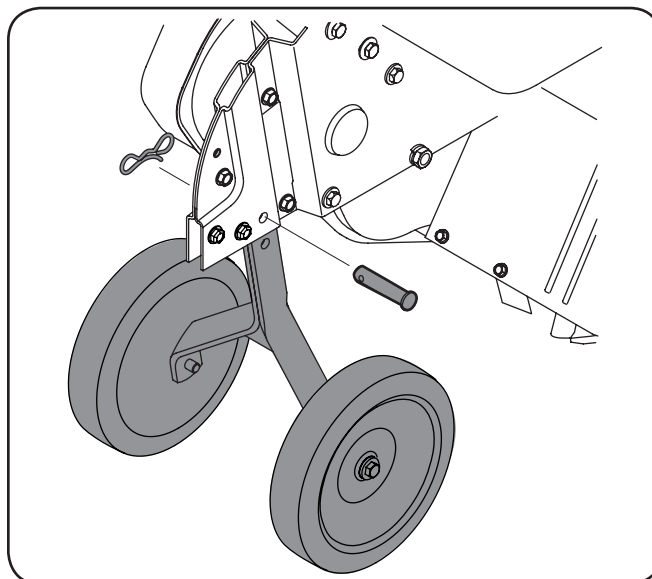

Figura 3-2
1. Retire el restante horquilla pin y la chaveta de la bolsa manual, instalar el conjunto de la rueda en el soporte de caja de la cadena, como se muestra en la Figura 3-2.